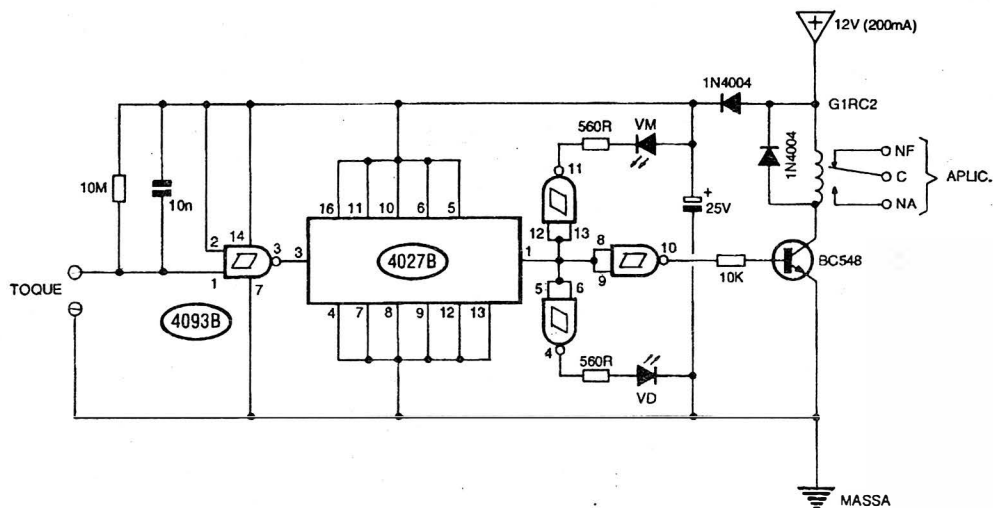

Fig.1
- FIG. 1 - DIAGRAMA ESQUEMÁTICO DO CIRCUITO - No núcleo lógico do circuito temos dois integrados da família digital C.MOS, sendo um 4093B e um 4027B (respectivamente contendo 4 portas *NAND Schmitt Trigger* de duas entradas cada, e dois flip-flops...). Um dos *gates* do 4093, delimitado pelos pinos 1-2-3, é